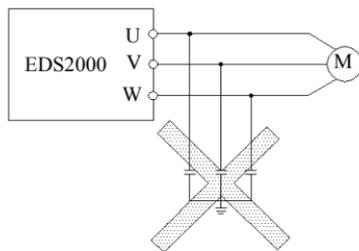

图 1-2 变频器输出端禁止使用电容器
- (12) 禁止输出侧安装改善功率因数的电容器或防雷压敏电阻等,否则将造成变频器故障跳闸或器件的损坏,如图 1-2 所示。